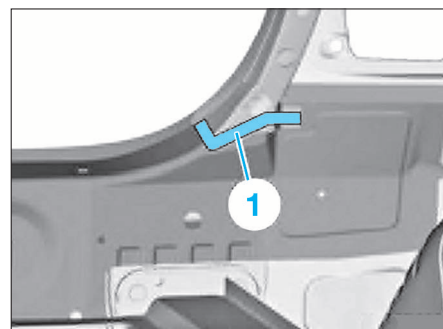

FIG. 34
- Meuler les brasures dans les zones (2).
- De chaque côté, dégager le cordon de soudure dans la zone (1) (Fig.34).